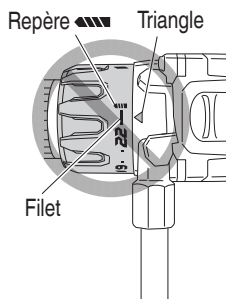

Fig. 15
- N'utilisez pas l'outil avec le sélecteur de débrayage positionné entre le chiffre "22" et la ligne au centre du symbole du foret "", vous risqueriez de l'endommager (Voir Fig. 15).